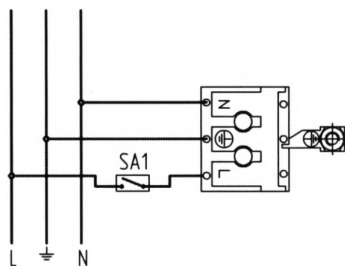

Рис. 3 Схема подключения облучателя
6.1.4 Подключить облучатель к сети, через выключатель согласно схеме (рис. 3).